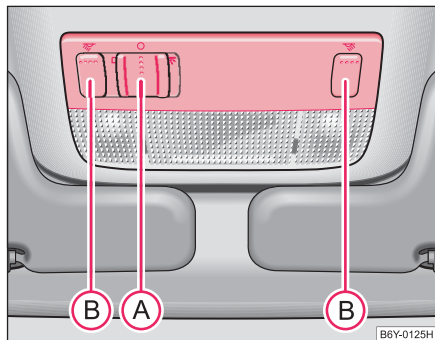

Fig. 34 Partie du revêtement de pavillon : Eclairage intérieur AV
- Poussez le contacteur (A) ⇒ fig. 34 vers la droite sur la position .